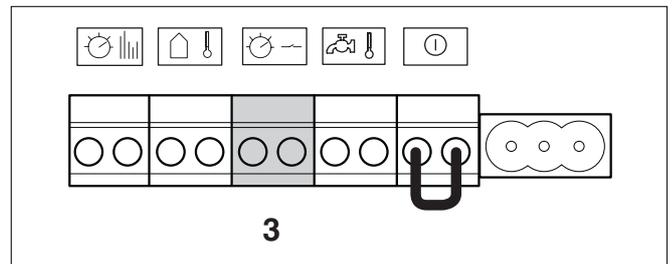

Fig. 32 Morsettiera – Richiesta di calore non in tensione (ON-OFF) (collegamento colore verde)
- Collegare il contatto per richiesta di calore "ON-OFF" senza tensione al **morsetto verde** (fig. 32, **pos. 3**). La resistenza massima ammessa di questo circuito è pari a 100 Ohm. Utilizzare un cavo elettrico bipolare da 0,4 – 0,75 mm2.